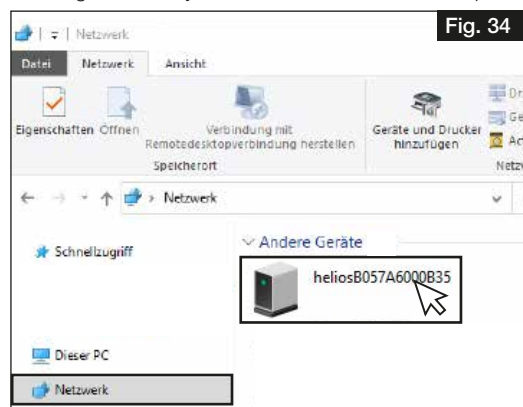

Fig. 34
2. Ouvrir le poste de travail et cliquer sur Réseau, voir Fig. 34.
- ① **La détection du réseau doit être activée !**
3. Double-cliquer sur l'appareil correspondant, voir Fig. 34.